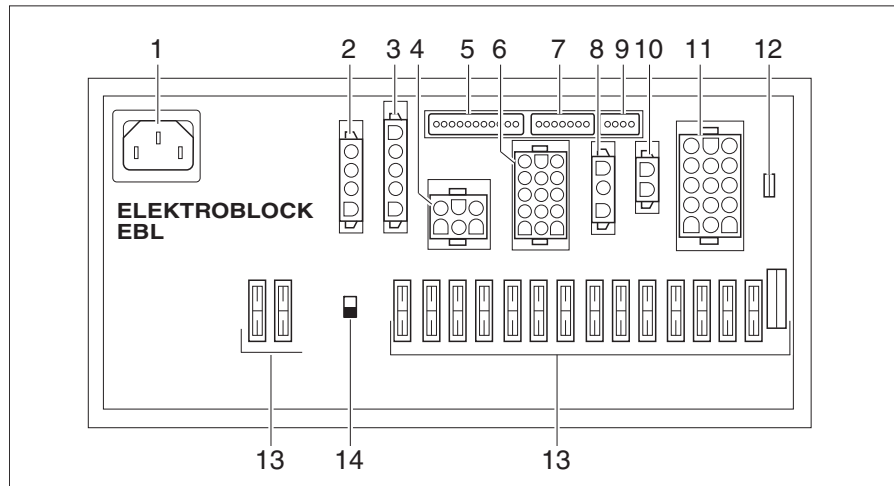

Fig. 242 Bloc électrique (EBL 102)
Selon le modèle, le bloc électrique (Fig. 242) présente dans la console du siège est monté sous le siège conducteur ou dans la zone du garage ou de la dinette bar (Globeline).
- ▷ L'interrupteur-séparateur de batterie (Fig. 242,14) coupe du réseau 12 V tous les consommateurs raccordés au bloc électrique.